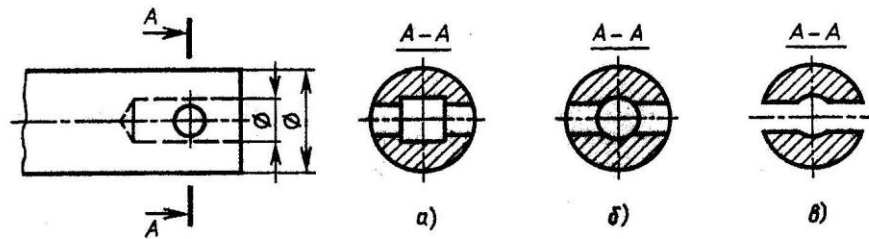

Рис. 1
1. Руководствуясь чертежом, найдите правильно выполненное сечение (рис. 1).